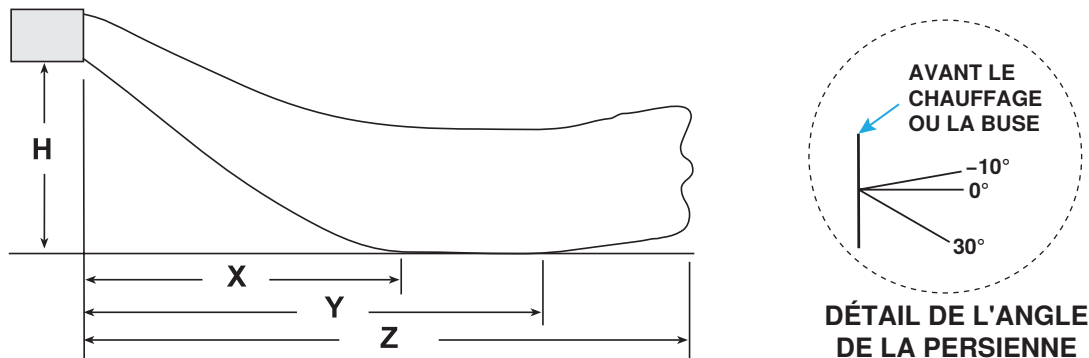

Figure 1. Projection de l'appareil de chauffage (reportez-vous au Tableau 1)
Figure 1 montre un tracé de la projection des appareils à ventilateur. **Tableau 1** donne les distances de projection pour les registres horizontaux standard ajustables des appareils de chauffage suspendus à différentes hauteurs. La projection de l'appareil de chauffage change avec l'ajout de persiennes verticales en option ou d'embouts d'abaissement. Les distances de projection des unités équipées de buses descendantes sont indiquées dans le manuel d'installation du kit de buses descendantes fourni avec le kit.
*Voir Figure 1.